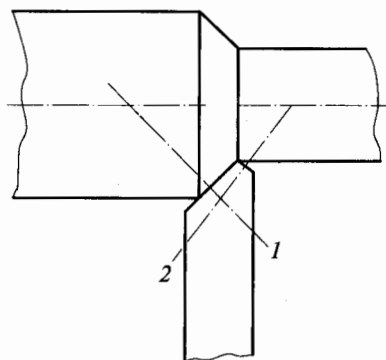

Рис. 5.6. Координатные плоскости токарного резца
11. Назовите плоскости (рис. 5.6), которые являются координатными при измерении главных и вспомогательных углов резца, и дайте их определение: